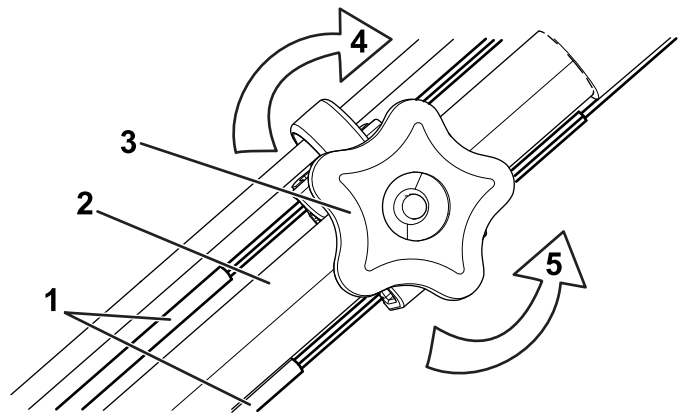

Bild 30
1. Drehen Sie das Handrad nach links, um die Zugeinstellung zu lösen (Bild 30).
2. Stellen Sie die Spannung des Zugs (Bild 30) ein, indem Sie ihn zurückziehen oder nach vorne drücken und dann in dieser Stellung arretieren.